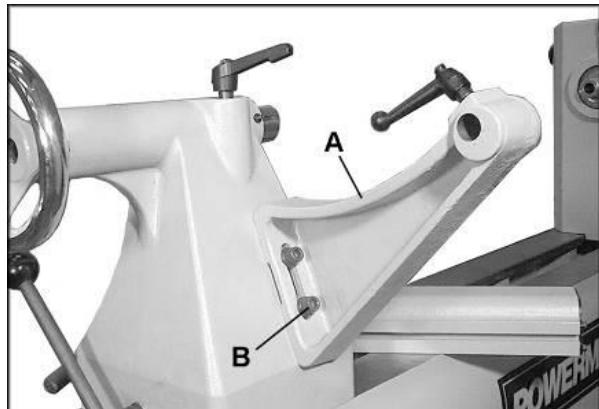

Fig 10
Fixer le support (A, Fig 10) avec 2 vis à 6 pans creux et des rondelles (B) sur la contre poupee.